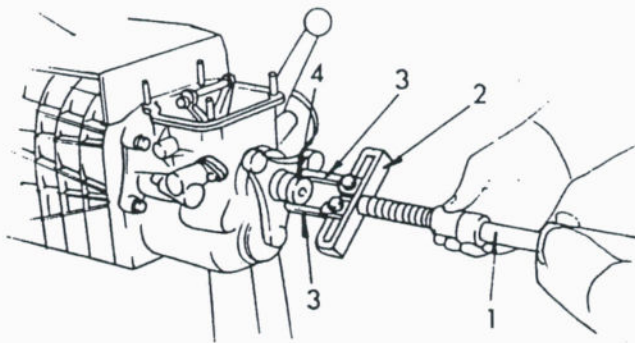

Bild 110
- Mit einer Sprengringzange den Sprengring des Zentrierringes für den Dreiarmsflansch entfernen und mit einem Abzieher, wie in Bild 110 gezeigt,